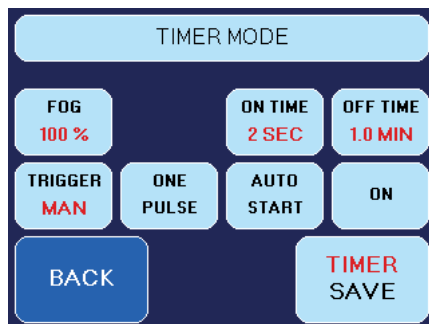

Fig. 19 Écran Mode Minuterie
- Sur l'écran suivant du mode minuterie (Fig. 19), la valeur de la pompe (FOG = sortie) peut être ajusté entre 0 et 100 %.